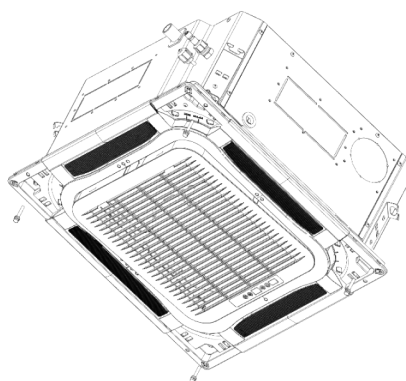

Fig. 4.4.5
- ② Ajustez la position du panneau pour que les trous du panneau soient au même niveau que ceux sur les unités
- ③ Fixez les 4 vis sur les deux côtés du panneau, comme illustré à la Fig.4.4.5.